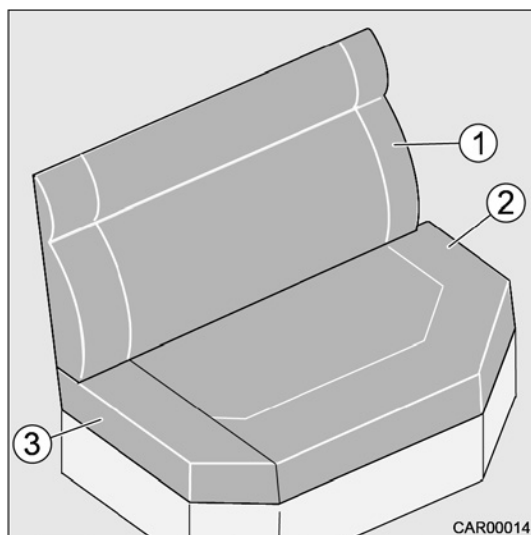

Fig. 22 Transformation de la banquette latérale
1. Enlever le coussin dossier (Fig. 22/1) et le coussin d'assise (Fig. 22/2).
2. Enlever le coussin amovible (Fig. 22/3) du coussin d'assise (Fig. 22/2) et le ranger.